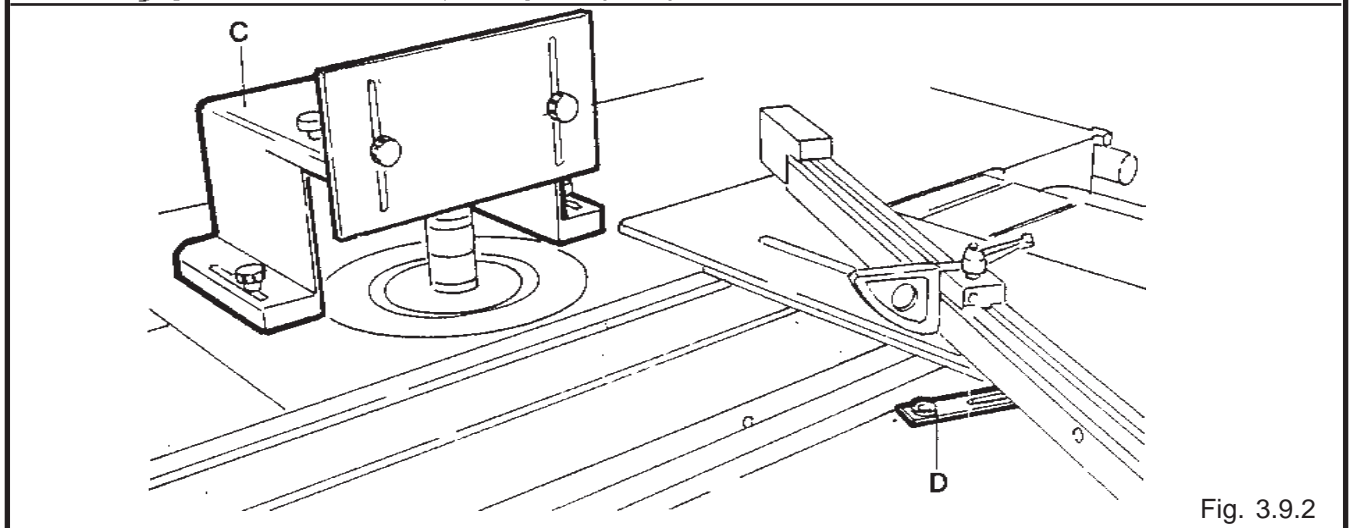

Fig. 3.9.2
L'asta può scorrere longitudinalmente ed assumere ogni inclinazione da 0° a 45° intervenendo sul dispositivo D da bloccare dopo ogni intervento (Fig. 3.9.2).
The rod can slide longitudinally and tilt from 0° to 45°. This is done by adjusting the device (D) which is to be locked after each adjustment (fig. 3.9.2).
La barra puede deslizar longitudinalmente y asumir cada inclinación de 0° a 45° interviniendo en el dispositivo D que se deberá bloquear después de cada intervención (Fig. 3.9.2).